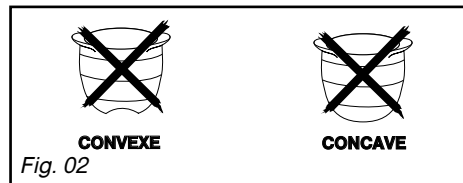

Fig. 02
- N'utilisez pas de récipient à fond concave ou convexe (Fig. 02).
– Utilisez un récipient de taille adaptée : le diamètre du fond doit être égal ou supérieur au diamètre du foyer électrique (Fig. 02).